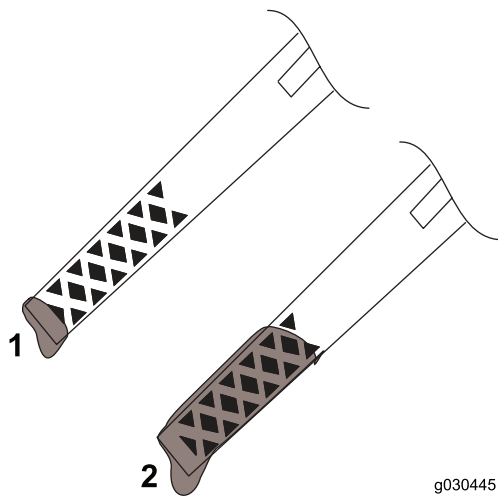

Figure 17
- Ajoutez de l'huile, si le niveau est en dessous du repère du minimum sur la jauge (Figure 17). Voir Vidange de l'huile moteur \(page 16\).
- Si le niveau d'huile dépasse le repère maximum (Figure 17), vidangez l'excédent d'huile pour faire redescendre le niveau au repère maximum sur la jauge ; voir Vidange de l'huile moteur \(page 16\).